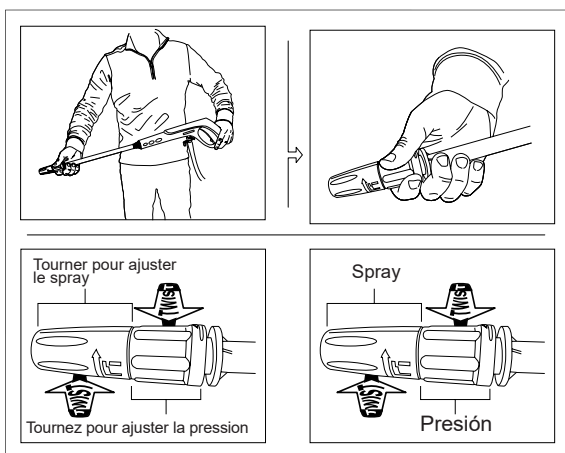

Fig. 21
- Utilisez la lance à jet haut / bas pour nettoyer les vitres. Assurez-vous de régler la buse à basse pression et de la placer à une distance d'environ 4 à 5 pieds de la fenêtre avec la buse à un angle de quarante-cinq degrés. Appuyez sur la gâchette et modifiez le type de jet et l'angle jusqu'à ce que l'efficacité de nettoyage soit optimale (Fig. 21).